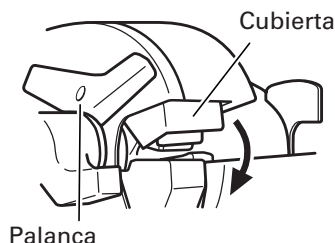

Fig. 16
- Asegúrese de comprobar que la cubierta de la cortadora se encuentre cerrada. Si deja la cubierta abierta, la cortadora podría ponerse en contacto con otros objetos y provocar un accidente grave. (Fig. 16)